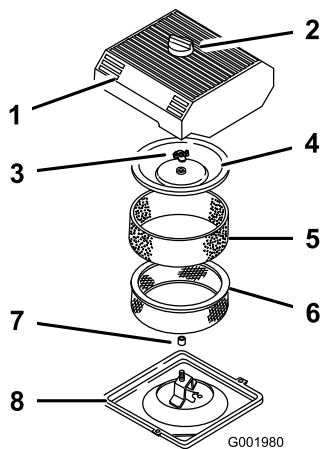

Figura 45
3. Pulite intorno al filtro dell'aria per evitare che la morchia possa penetrare nel motore provocando gravi danni (Figura 45).
- Svitare la manopola sul coperchio del filtro dell'aria e togliere il coperchio (Figura 45).
- Togliere con cautela l'elemento in schiuma sintetica dall'elemento di carta (Figura 45).
- Svitare il dado del coperchio e togliere sia il coperchio che l'elemento di carta (Figura 45).
- Infilate con cautela l'elemento in schiuma sintetica sopra l'elemento di carta del filtro dell'aria (Figura 45).
- Avvitare a fondo, manualmente, il dado contro il coperchio (Figura 45).
- Montate il coperchio del filtro dell'aria e la manopola (Figura 45).